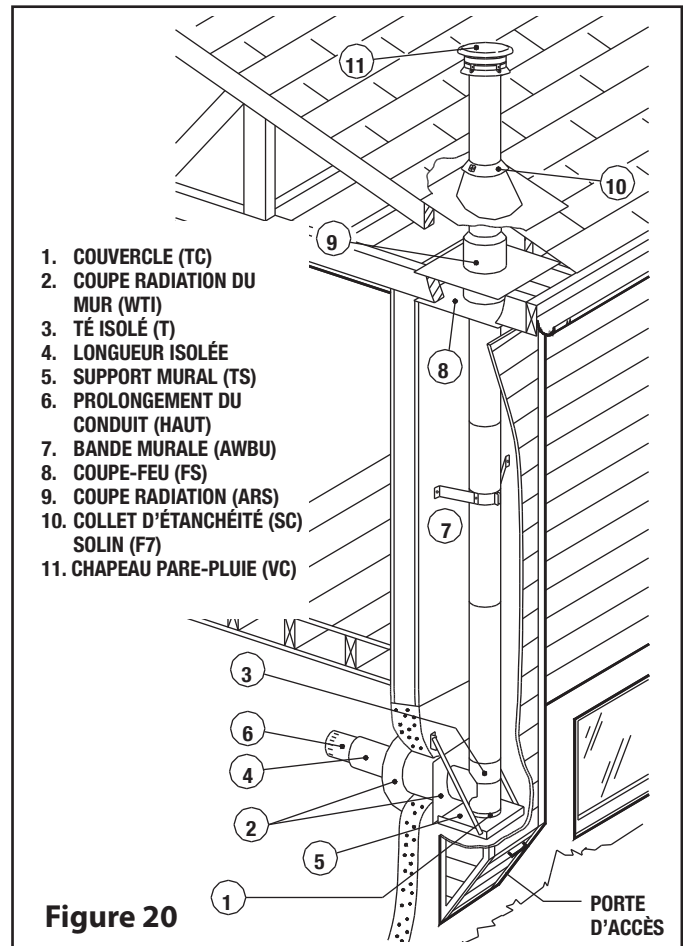
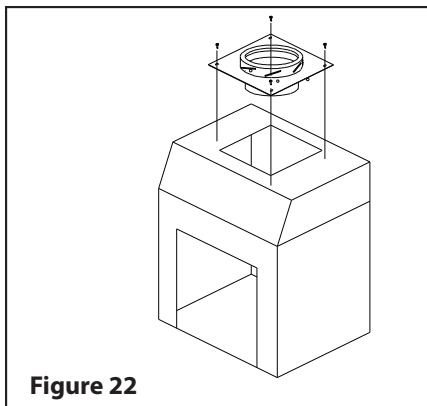

Figure 20
Figure 22
Étape 2. Murs de bois : Placez la moitié du coupe feu radiant murale isolé (WTI) dans le trou depuis l'extérieur. Clouez en place à l'aide de (4) clous de 2 po ou de vis de 1 po. Ce couple feu peut être ajustée de 7 po à 12 po. Assurez-vous que le matelas isolant est coupé de la bonne longueur en fonction de l'épaisseur du mur. De l'intérieur enrouler le matelas isolant autour du tube de la moitié du coupe feu radiant installé. Enrouler la tôle métallique autour du matelas isolant et la refermer. Glisser l'autre moitié de la bague murale isolée par l'intérieur sur partie extérieure.(voir Figure 22).
**REMARQUE :** La cavité entourant le coupe radiation doit être remplie de l' isolation (voir Figure 22).
Étape 3. Attachez le capuchon de té au prolongement du conduit du support (TS, ATSC, seulement) en utilisant les trois (3) vis métalliques fournies. Assurez-vous que les vis ont traversé le prolongement du conduit. Le bouchon est dans la boîte avec le té isolé. Si un capuchon de té isolé est utilisé, verrouillez en tournant le capuchon de té au té (support réglable ATS et WS uniquement).
**REMARQUE :** Le support (WS) peut être installé au dessus de Té, se référer à la fig 20.